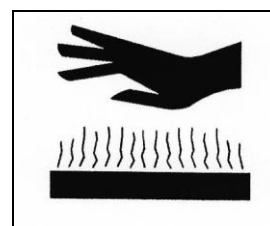

Рис. 1- 37
- Если двигатель жаркий, нельзя столкнуться с двигателем, шумотушителем, выхлопным трубопроводом, реле, чтобы избежать ожога. (Рис.1- 42)